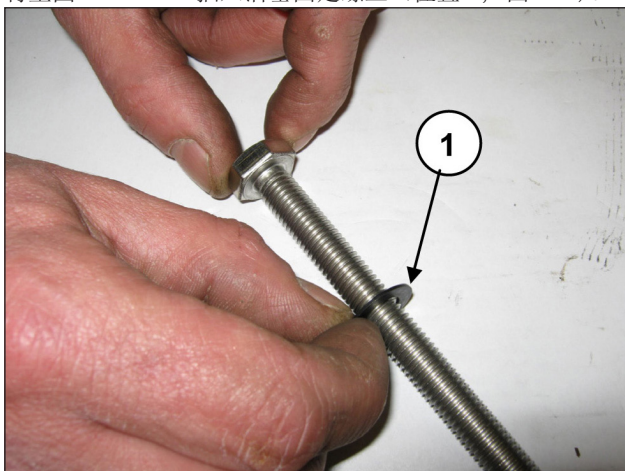

图 183
将垫圈 $\varnothing 10 \times 18 \times 0.9$ 插入活塞固定螺丝（位置①，图 183）。